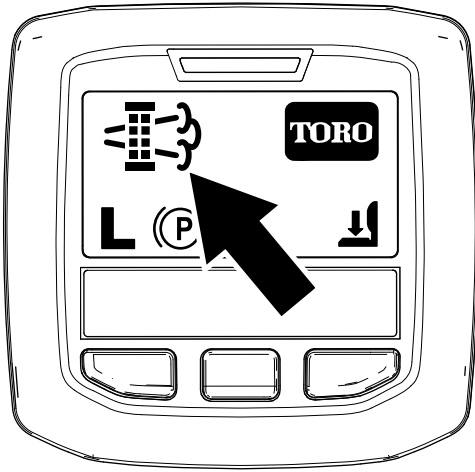

图 52
- 当发动机计算机请求进行驻车再生或恢复再生时再生请求图标图 52 将显示在 InfoCenter 信息中心中。